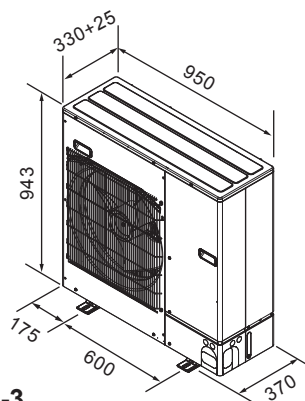

Fig. 2-3
2.3. Контурные габариты (Наружный прибор) (Fig. 2-3)